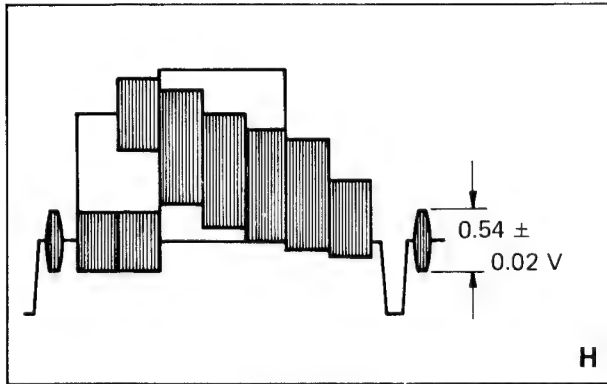

Bild 3-33
2. Tastkopf an TP 6, mit R 86  $0,54 V_{SS}$  einstellen (Bild 3-33).